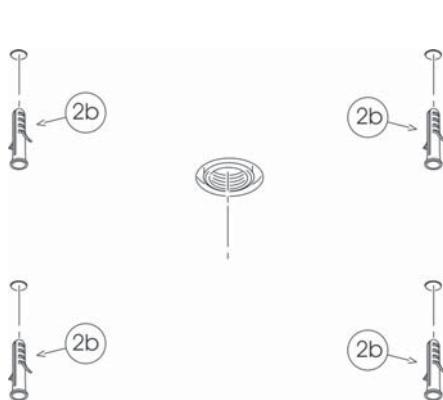
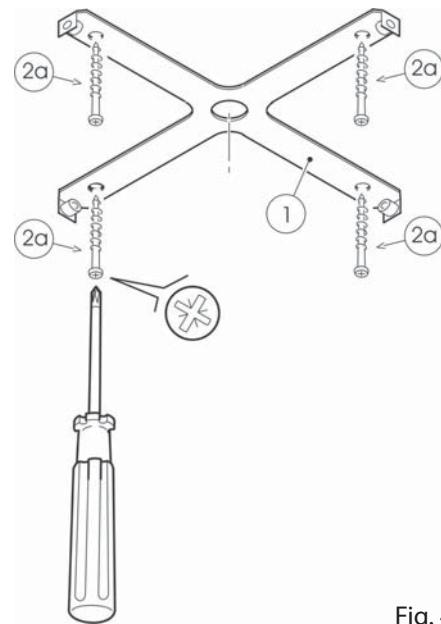

Fig. 3
Fig. 4
- 3) Mediante le viti 2a (fig. 3) , fissare il supporto a soffitto (fig.4).
- 3) Using screws 2a (fig. 3), fix the support to the ceiling (fig.4).
- 3) Mit Hilfe der Schrauben 2a (Abb. 3) die Halterung an der Decke befestigen (Abb. 4).
- 3) A l'aide des vis (2a) (fig. 3), fixer le support au plafond (fig. 4).